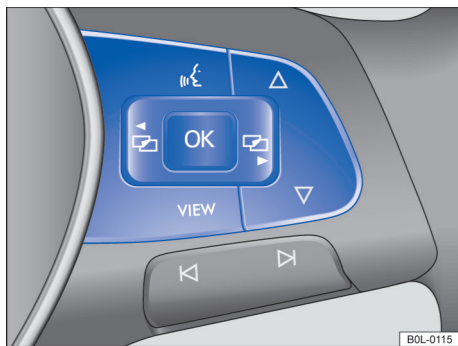

图 19 多功能方向盘右侧：用于操作组合仪表菜单和信息显示的按键（本类型仅为示例）
只要显示某个优先等级为 1 的警报信息 → 第 20 页，就不能调出任何菜单。某些警报信息可以通过多功能方向盘上的按钮 **OK** → 图 19 确认和隐藏。
- 若显示屏显示一条信息或车辆象形图，按压操纵纵杆上的按钮 **OK** → 图 19，必要时按压多次。
- **装备模拟组合仪表的车型**：如需浏览选择菜单，则按压按钮 **左** 或 **右** → 图 19。
- 如需打开菜单显示项或信息显示项，按压按钮 **OK** → 图 19，或等待数秒钟，直至系统自动打开菜单或显示信息。
- **装备数字组合仪表（基本型）的车型**：取决于所选信息模式，可通过按钮 **左** 或 **右** 打开选择菜单，然后通过按钮 **左** 或 **右** → 图 19 浏览选择菜单。或直接通过按钮 **左** 或 **右** → 图 19 打开并浏览选择菜单。
- 如需打开菜单显示项则按压按钮 **左** 或 **右**，如需打开信息显示项则按压按钮 **OK** → 图 19，等待数秒钟，直至系统自动打开菜单或显示信息。
- 在显示的菜单里按压箭头按钮 **左** 或 **右** → 图 19，直至显示屏显示所需菜单项。选定的菜单项通过一方框显示选中标记
- 按压按钮 **OK** → 图 19 进行所需改动。“勾号”表示所选的系统或功能处于激活状态。
按压按钮 **左** 或 **右** → 图 19 即可退出该菜单。
装备模拟组合仪表的车辆：通过 **VIEW** 按钮 → 图 19 可以在当前和上一个菜单之间切换。
装备数字组合仪表的车辆：通过 **VIEW** 按钮 → 图 19 可以切换不同的信息模式。